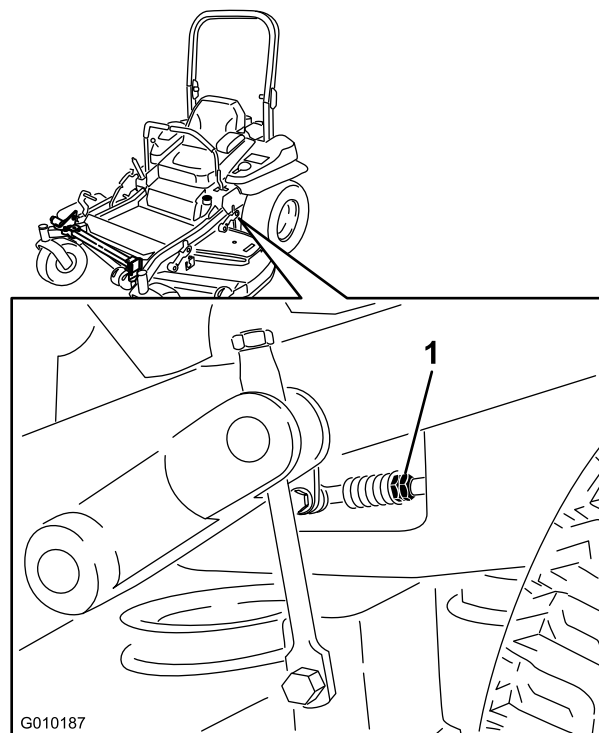

Figure 80
8. Réglez la longueur des tiges de pompes en tournant les doubles écrous dans le sens voulu jusqu'à ce que les roues tournent légèrement en marche arrière (Figure 80).